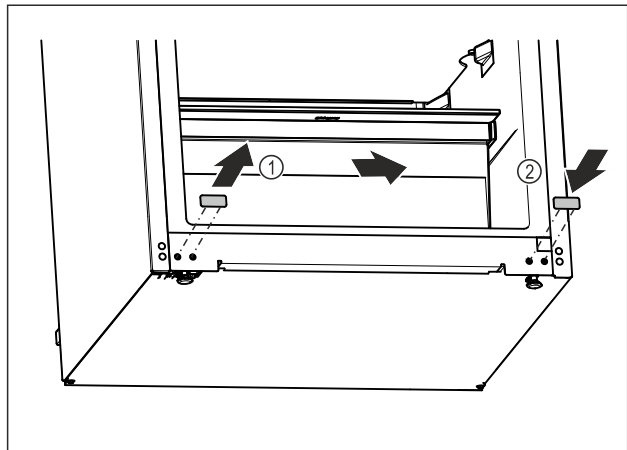

Fig. 21
- Trek de afdekdop eruit. Fig. 21 (1)
- Plaats de afdekdop aan de andere kant. Fig. 21 (2)